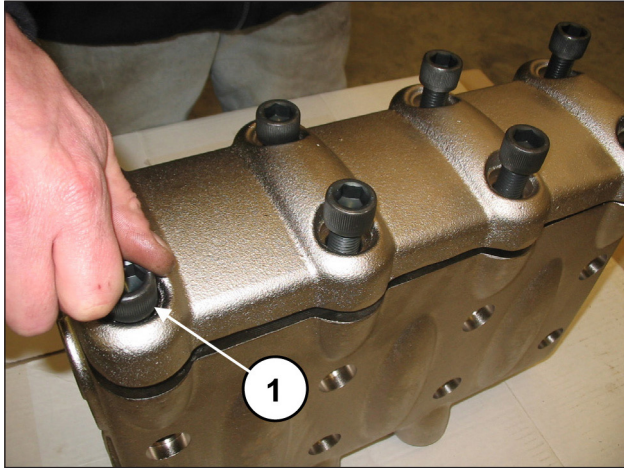
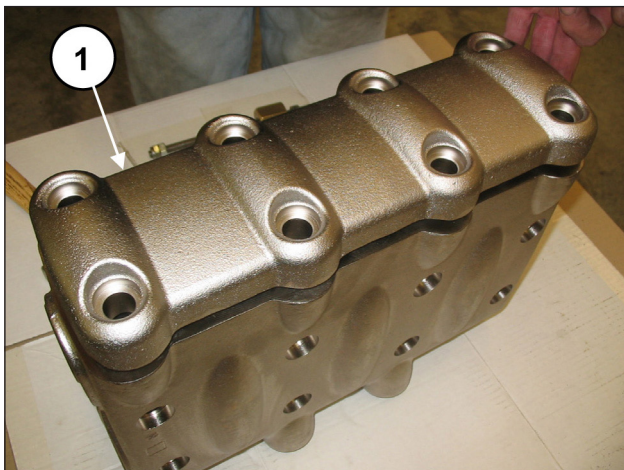

Fig. 78
Fig. 79
Solte os oito parafusos M16x55 da cobertura da válvula (pos. ①, Fig. 78), e remova a cobertura (pos. ①, Fig. 79).